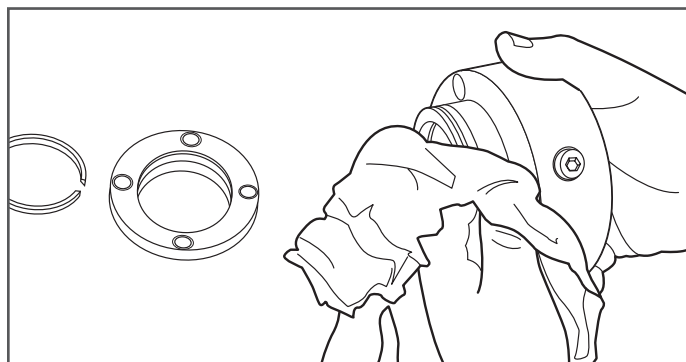

Figure 9-2
2. Avant de reposer le raccord DoubleTrac®, essayez soigneusement tous ses composants (Figure 9-2).